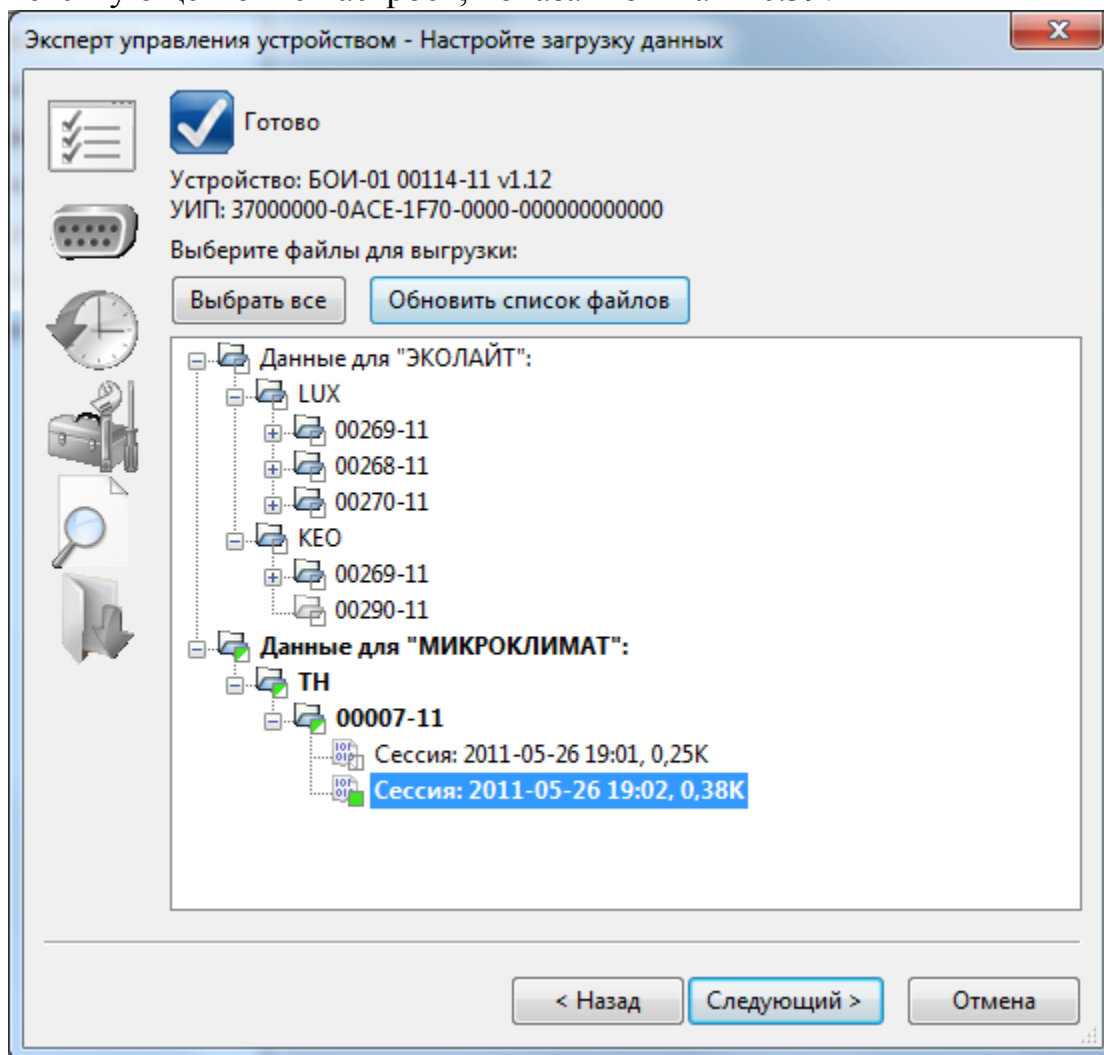

Рис.39 – Окно настройки загрузки данных из БОИ-01
2.10.4.5. **Настройка загрузки БОИ-01** производится в соответствующем окне настроек, показанном на Рис.39: